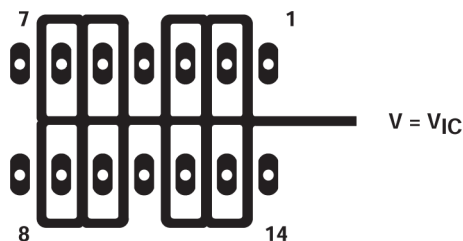
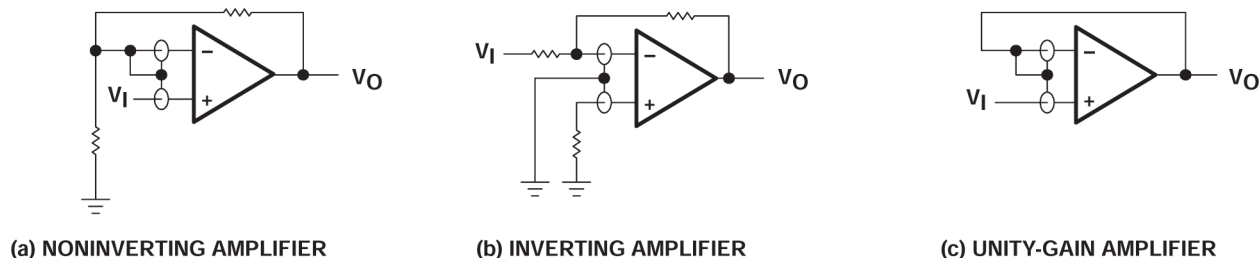

图 6-4. 器件输入端周围的隔离金属（N 封装）
图 7-5. 防护环方案
1. 将器件与其他潜在的泄漏漏源隔离。在设备输入端周围和之间使用接地屏蔽层（请参阅图 6-4）。否则可能流向输入端的泄漏电流被分流。
由于极高的输入阻抗和由此产生的低偏置电流要求，TLC27Lx 是低电平信号处理的绝佳选择。但是，印刷电路板和插座上的泄漏电流有时很容易超过偏置电流要求，且会导致器件性能下降。最佳实践是在输入端周围添加防护环 (类似于参数测量信息部分中图 6-4 的防护环)。在与共模输入相同的电压电平下，从低阻抗源驱动这些防护装置 (请参阅图 7-5)